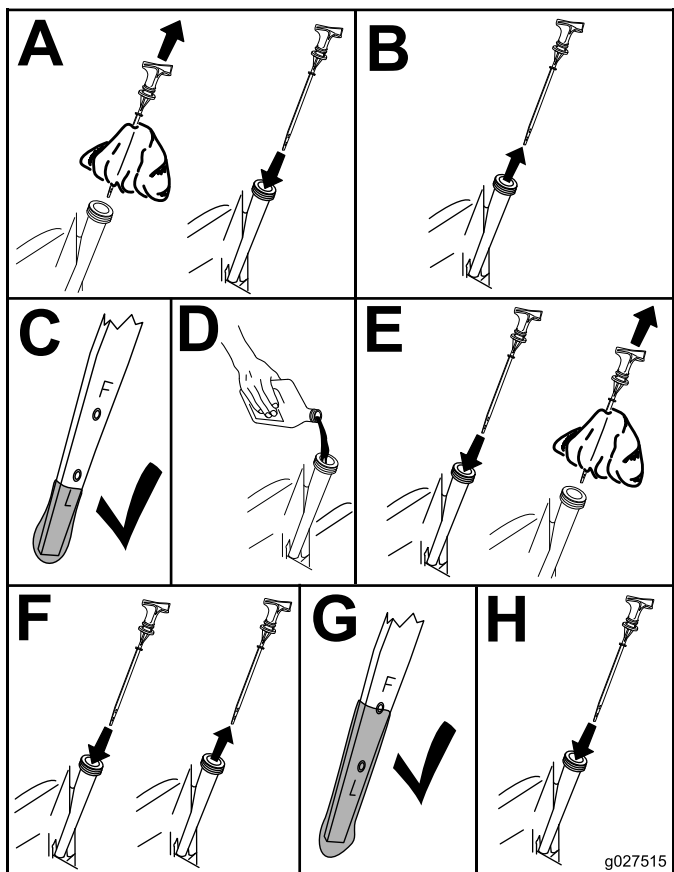

Figura 31
3. Compruebe el nivel de aceite del motor (Figura 31).